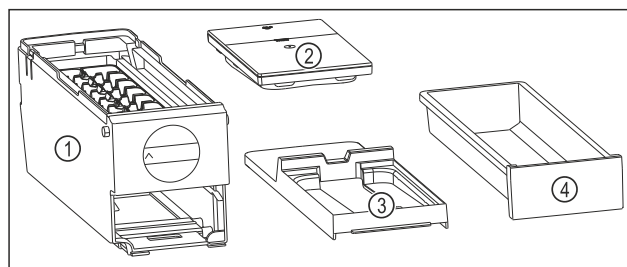

Fig. 143 Części dla EasyTwist-Ice
- ▶ EasyTwist-Ice jest rozłożony na cztery części. (patrz Fig. 143)
- ▶ Należy demontować EasyTwist-Ice wyłącznie na przedstawione części. (patrz Fig. 143)
- ▶ Czyścić korpus EasyTwist-Ice Fig. 143 (1) w całości.